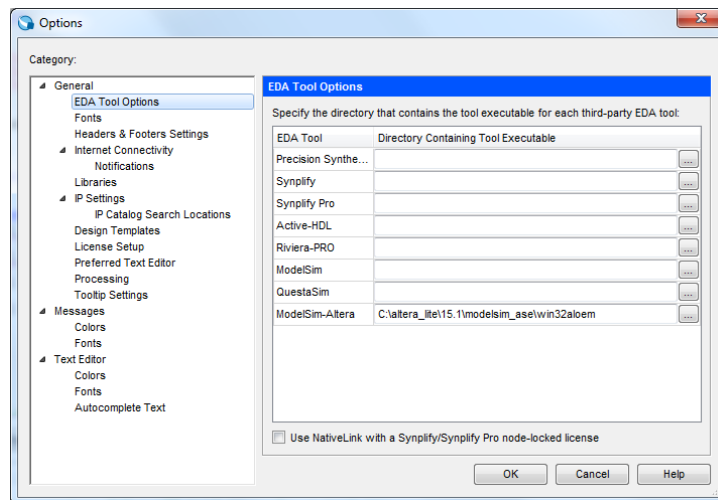

Figura 3 – Path correto para a ferramenta de simulação (em Windows).
5. Verifique se a *path* “*ModelSim-Altera*” em “*Tools → Options (EDA Tool Options)*” está de acordo com a Figura 3 (localização no disco da ferramenta de simulação “*ModelSim-Altera*”: “C:\altera_lite\15.1\modelsim_ase\win32aloem” – em Windows).